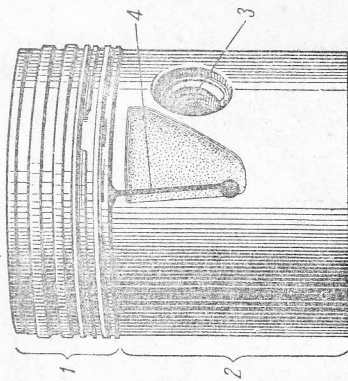

Рис. 26. Поршень:
4) Поршень (рис. 26) отливается из алюминиевого сплава. Он состоит из головки 1, юбки 2 и бобышек 3.
быть зазор. Для этого диаметр поршня делают на 0,1—0,2 мм меньше диаметра цилиндра, а юбке придают овальную форму с разрезом (рис. 26, 4).